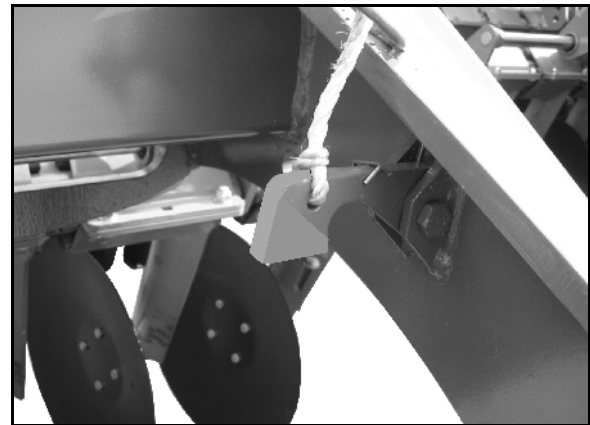

Fig. 30
- Fig. 30 - linke Maschinenseite